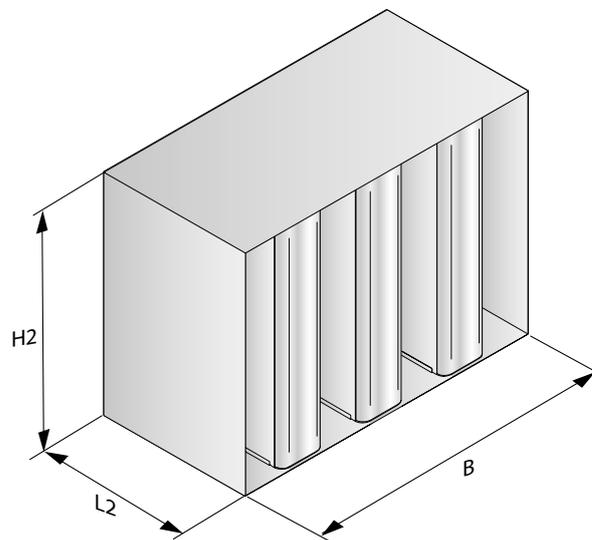

Abbildung 7. Maßzeichnung, CANTO-Leitblechset
* Die Modulgröße muss gleichmäßig durch die Kanalbreite (W) teilbar sein, siehe Abbildung 7.